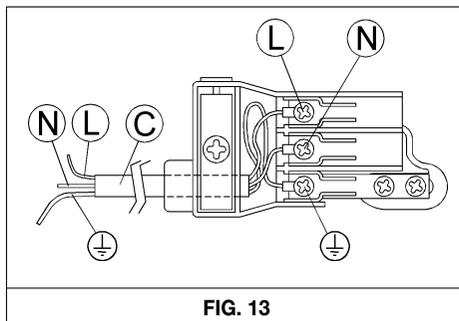

FIG. 13
- Applicare al cavo d'alimentazione "C" se sprovvisto (vedi fig. 13) una spina normalizzata adatta al carico indicato sull'etichetta segnaletica. Allacciare i cavetti secondo lo schema della fig. 13 avendo cura di rispettare le sottolineate risponderie: